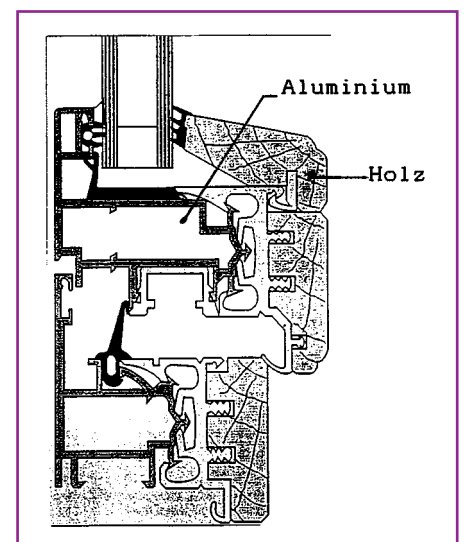

Bild 9: Holz-Alu-Verbindung
- Alu-Rahmen (außen wegen seiner Witterungsbeständigkeit) (Bild 9).